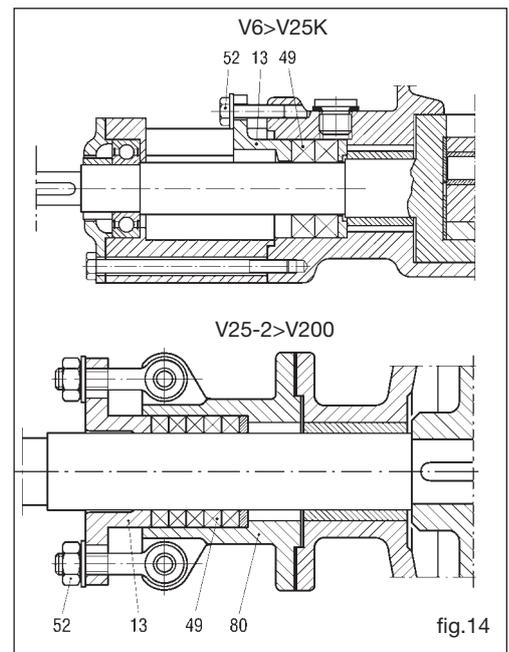

fig.14
11.7 Démontage de la garniture à tresse (pompes en fonte de V25-2 à V200 et pompes en acier de V6 à V25) (fig. 14)
- ❑ Desserrer les écrous ou les vis (52) et libérer le presse-étoupe (13).
- ❑ Enlever les anneaux de la tresse (49) à l'aide d'un extracteur spécifique ou d'un tournevis et les remplacer après avoir nettoyé le logement correspondant. Monter la tresse neuve qui est fournie déjà prête à l'emploi. Couper la tresse à 45° en fonction du diamètre de l'arbre s'il faut la préparer.